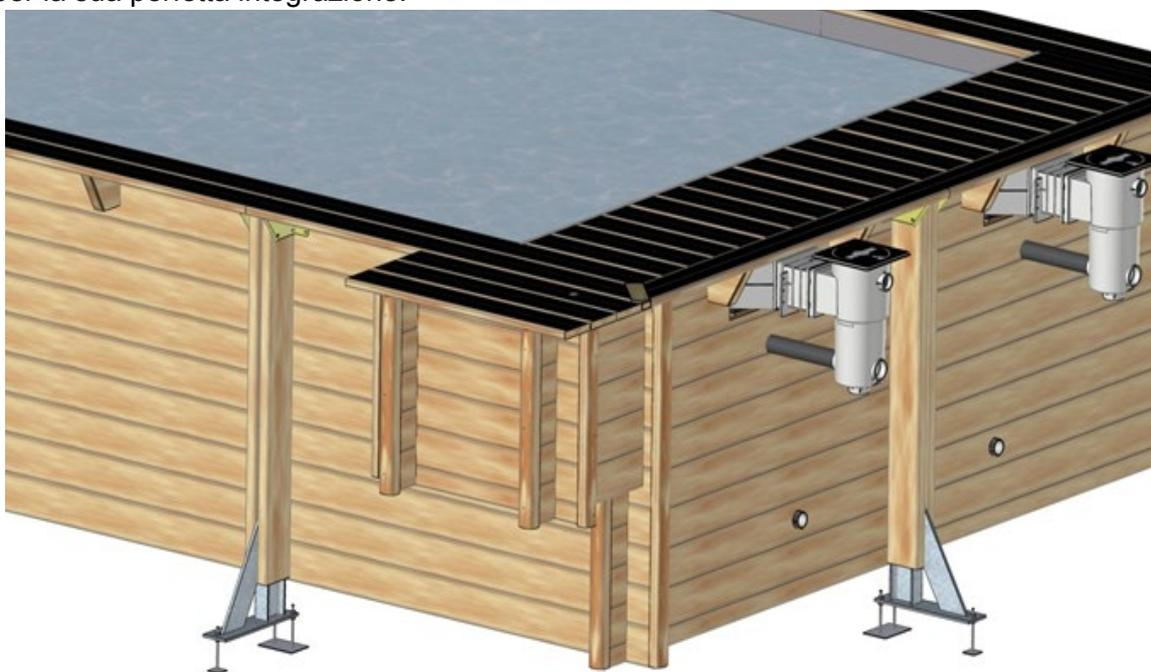
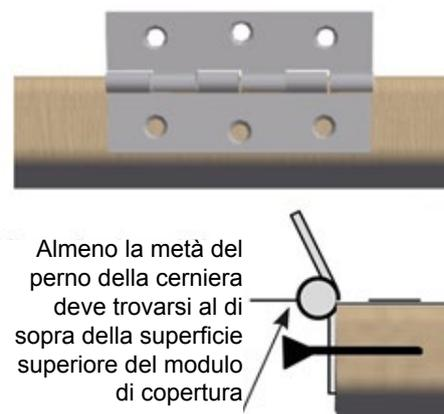

Figura 59 – Posizione del vano tecnico sulla vasca
Figura 66 – Fissaggio delle cerniere
Infine, fissare il tassello da 45 × 45 mm (pezzo n. 10 della *Figura 59*) con 4 viti a testa svasata 5 × 80 torx filettate su 50 mm (d). Questo tassello deve affiorare all'estremità dei listelli di legno del vano tecnico.
Il componente angolare fornito con il pacchetto legno della Piscina Urban è rettangolare. Dopo aver posato i livellini del vano tecnico, questo lascerebbe uno spazio vuoto triangolare. Per evitare questo inconveniente, è necessario sostituire questo componente con quello fornito con il vano tecnico (componente n. 11 nella Figura 59), che presenta un'estremità appuntita.
- Mediante fissaggio del tassello (allegato n. 10 alla Figura 59) nei listelli di legno della vasca mediante 3 viti a testa svasata 5 x 80 torx filettate su 50 mm (d);
Utilizzando 3 viti a testa svasata 4 × 35 per cerniera (e), avvitare le due cerniere sul bordo di un graticcio di 97,5 cm di lunghezza (componente n. 7 nella *Figura 59*) alle quote indicate nella *Figura 66*.
I due livellini di 97,5 cm di lunghezza rimanenti (uno dei quali presenta una foratura destinata a ricevere il fermo) devono essere uniti tra loro mediante tasselli a fissaggio dal basso. Utilizzare 2 viti a testa svasata 5 × 40 torx filettate su 25 mm per tassello e per listello, per un totale di 8 viti (c), rispettando la posizione del foro destinato alla serratura e le quote indicate nella *Figura 66*, e lasciando un gioco di 2 mm tra i due margini.
Il sistema di bloccaggio dello sportello è costituito da una canna di serratura a chiave, da una camma di serratura da fissare all'estremità della canna di serratura, e da una boccola di serratura da fissare nel listello di bloccaggio del vano tecnico (componente n. 2 alla *Figura 59*).